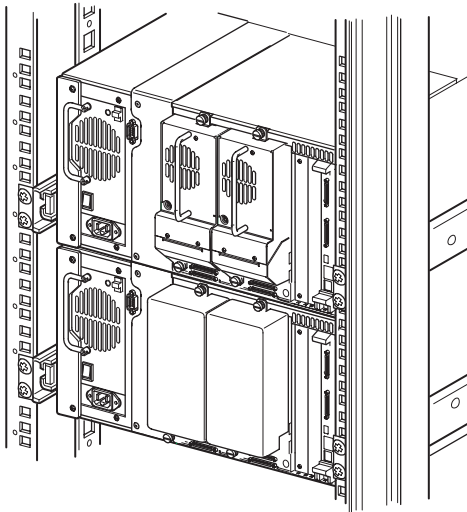

Figura 2–6: Instalación de la biblioteca MSL5026/MSL5030 (se muestra el bastidor de la serie 9000)
1. Instale dos bibliotecas MSL5026/MSL5030, como se muestra en la Figura 2–6, siguiendo las instrucciones en la *Guía de usuario de la biblioteca de la serie MSL5000 de StorageWorks de hp*.
IMPORTANTE: Tendrá que extraer de una en una cada biblioteca de la parte frontal del receptáculo de bastidor para acceder al tornillo superior de la cubierta del PTM de la biblioteca situada en la posición más baja. Consulte la Figura 2–8 para conocer la ubicación de los tornillos.